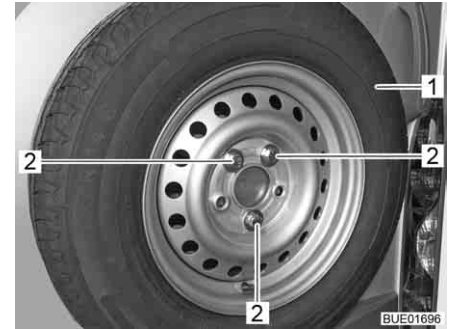

Bild 227 Befestigung Ersatzrad
- Drei Halteschrauben (Bild 227,2) herausdrehen.
- Ersatzrad (Bild 227,1) abnehmen.